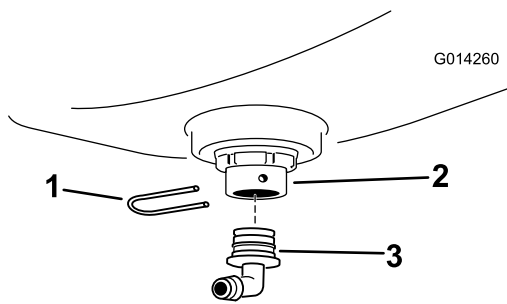

Bild 5
4. Befestigen Sie ein 90°-Anschlussstück am Schott-Anschlussstück und befestigen es mit einem 90°-Anschlussstück an der Befestigungsgabel (Bild 5).